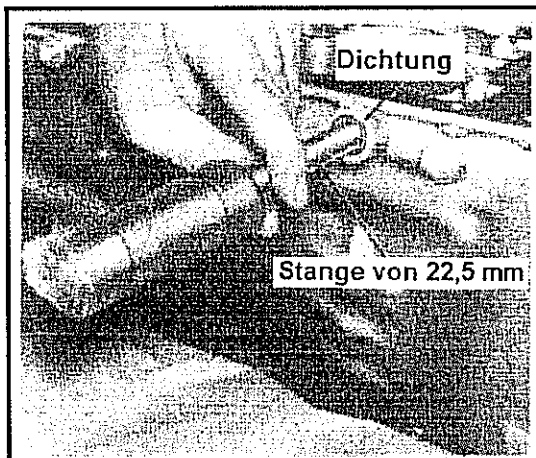

Abb. 10-144 Einsetzen der Dichtungsmanschette an der Umlenkswelle zum Wählschieber im Gehäuse
- Falls erforderlich mit einer Stange vom Durchmesser 22,2 mm einen neuen Dichtring an der Gehäuseaufnahme der Umlenkswelle anbringen. Siehe Abb. 10-144.